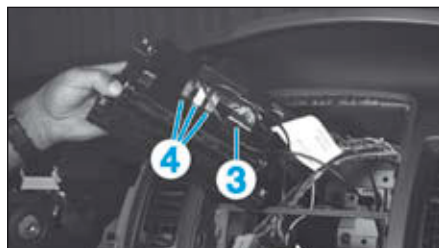

FIG.5
- Repérer les parcours des câblages et des antennes et débrancher le connecteur (3) et les antennes (4) (Fig.5).